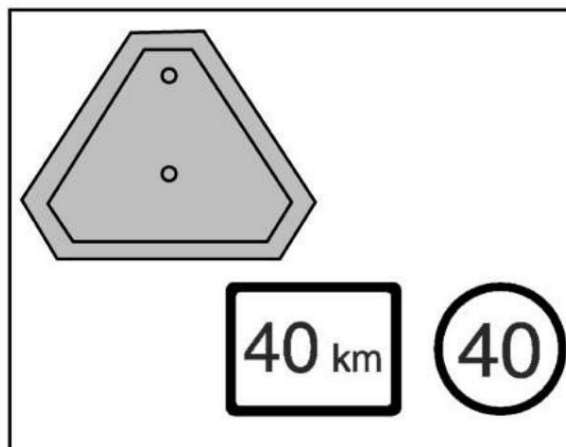

Fig 2.32
- Upewnij się, że ciągnik i sprzęt są wyposażone ze znakami pojazdów wolno poruszających się (SMV) lub światłami ostrzegawczymi, jeżeli wymagają tego przepisy i aby ładunki nie zasłaniały ich ani innych światła (rys. 2.32).